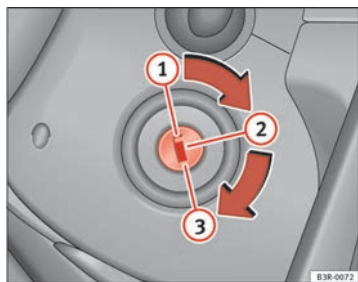

Fig. 148 Posiciones de la llave
- Gire la llave a la posición  ⇒ página 183, fig. 148.